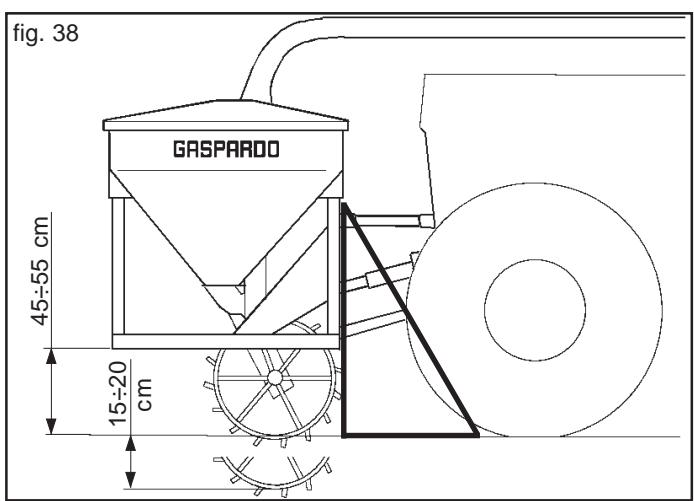

fig. 38
- 2) Den oberen dritten Punkt (2, Abb. 36) ankuppeln. Der Stift muß durch seinen Splint blockiert werden; mit der Einstellzugstange (3, Abb. 36) die Maschine senkrecht zum Boden ausrichten (Abb. 38).
- 5) Das Frontanbaugerät anheben und die Stützfüße abnehmen. Das Antriebsrad muß sich einwandfrei drehen können, hierzu die Höhe des Anbaugeräts bei Arbeitsstellung einstellen (45 bis 55 cm, Abb. 38). Diese Einstellung muß während des gesamten Sävorgangs konstant beibehalten werden.
- 6) Bei der Arbeit muss garantiert sein, dass das Antriebsrad auf dem Boden aufliegt. Die auf Abbildung 42 angegebenen Kettenglieder (C) verwenden, um eine Ausschlagweite von zirka 15–20 cm (Abb. 38) zu erhalten.